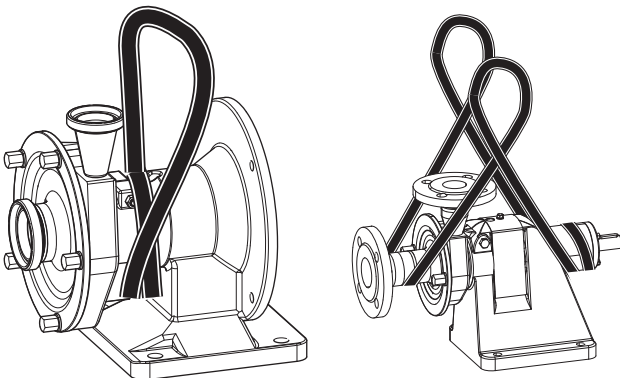

Fig. 53 Transport met kraan
1. Lus tweemaal rond de lantaarnhals leggen (zie Fig. 53 „Transport met kraan“).
1. Lus tweemaal rond het achterste lagerblok leggen (zie Fig. 53 „Transport met kraan“).